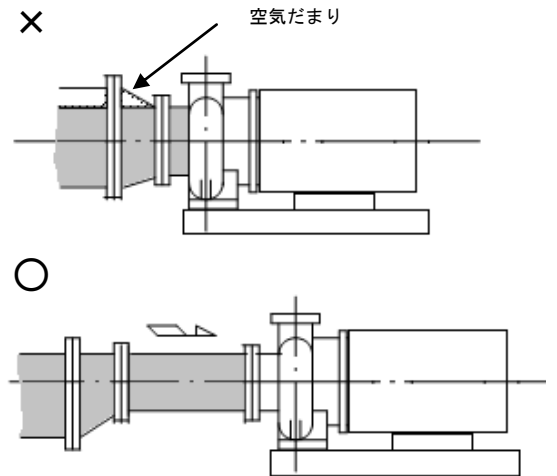

図 4
- (e) 吸込管口径、及び吸込異径管のサイズは表1のとおりにしてください。吸込異径管は、図4のように空気だまりのできないように取り付けてください。なお吸込異径管は、特別附属品として用意しておりますのでご用命ください。